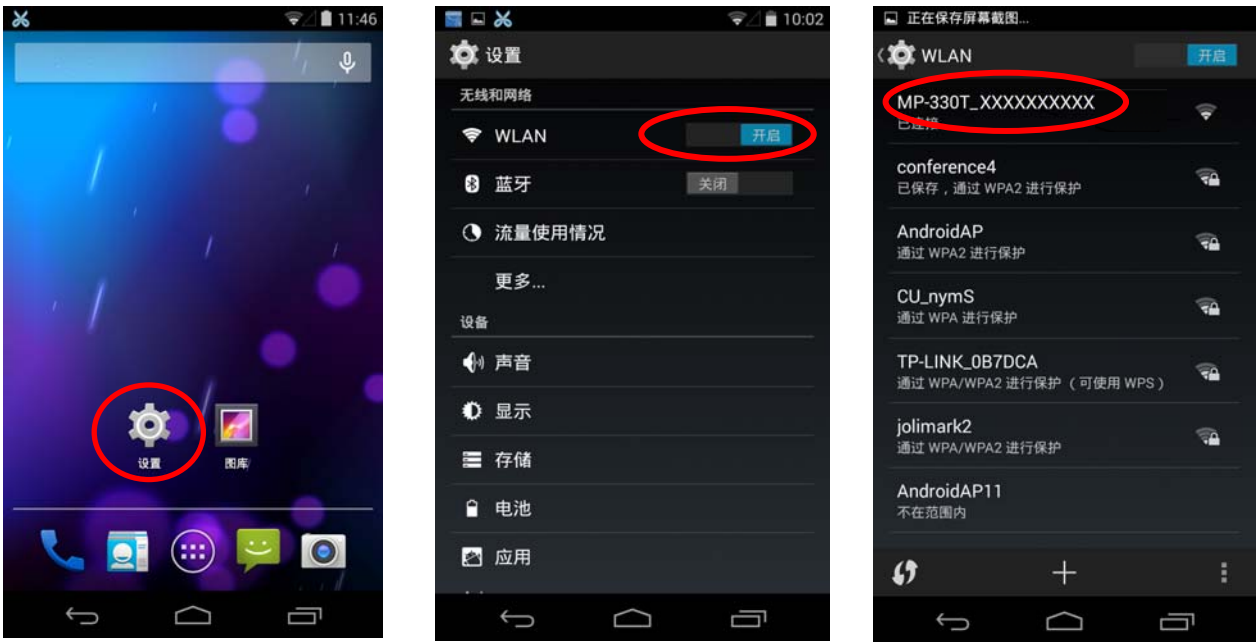

图 2
2. 点击手机“设置”键，弹出设置界面，开启“WLAN”功能，点击手机搜索到的打印机Wi-Fi进行连接，打印机Wi-Fi名称默认为“打印机型号+10位SN码”组成（如图2）。